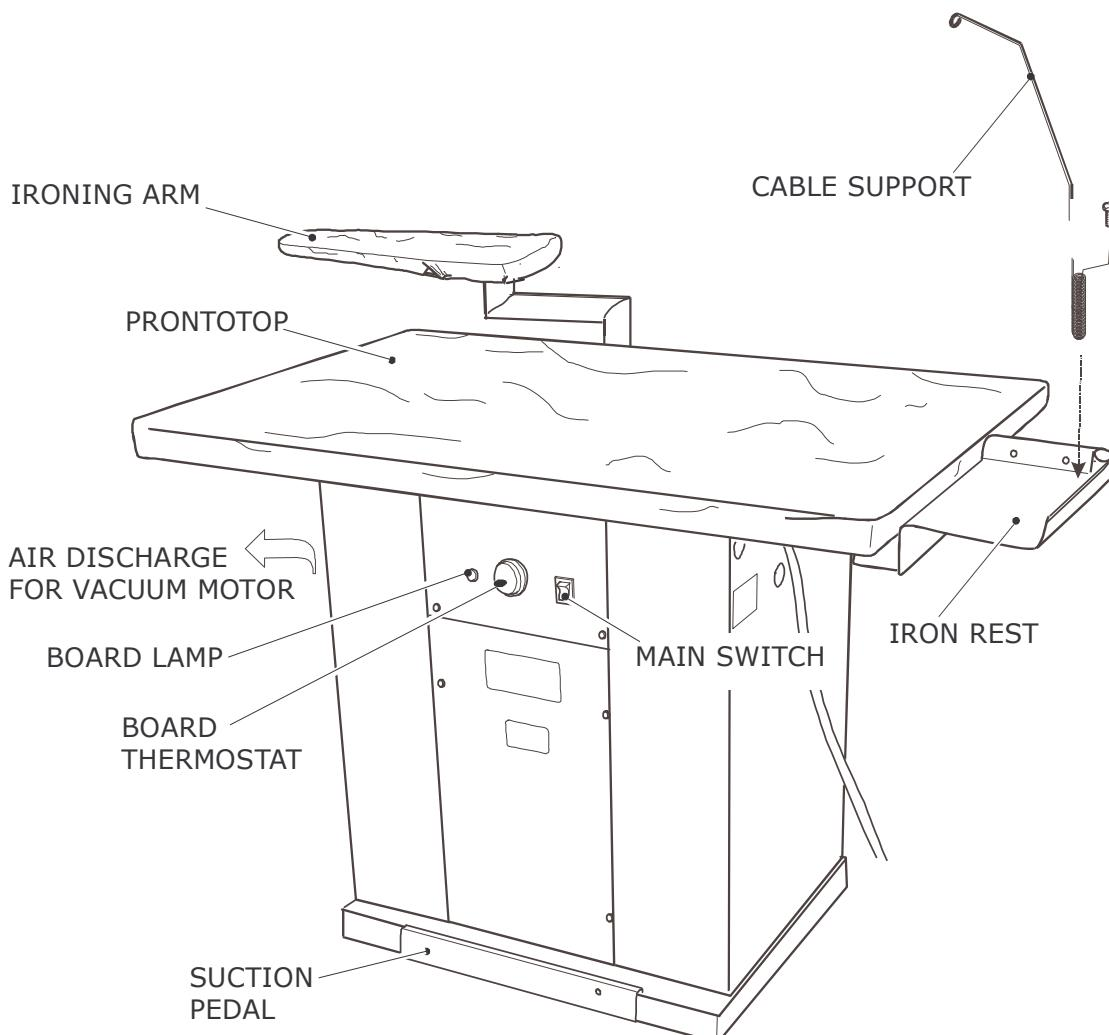
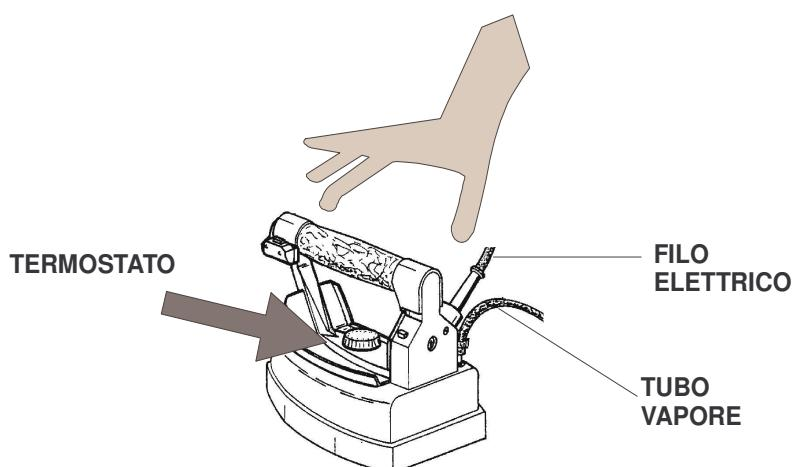
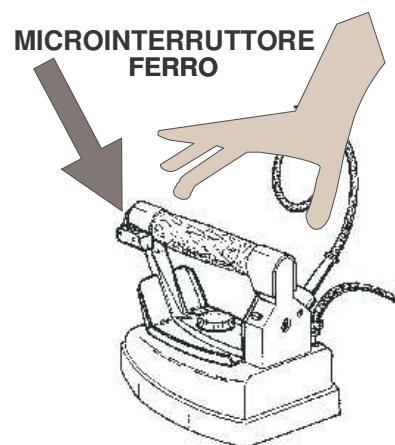

Fig. 1
Рис. 2
Рис. 3
2. Распакуйте глад. Стол мод. PUS200 из картонной упаковки и закрепите стержни-держатели шлангов в специальное отверстие (рис. 1).
2. Включить кнопку выключателя (рис. 1), повернуть рукоятку терmostата на 80/90° (рис. 1): когда сигнальная лампочка погаснет, стол готов к работе.
1. Гладить утюгом изделие для глажения (рис. 3), переодически нажимая на кнопку подачи пара на утюге и одновременно нажимать на педаль вытяжки воздуха из гладильного стола (рис. 1). Причем педаль включения вытяжки рекомендуется держать нажатой на несколько секунд дольше, чем кнопку подачи пара на утюге, что поможет быстрее высушивать изделие на гладильном столе. Для более качественного глажения советуем регулятор температуры утюга (рис. 2) устанавливать в конечную позицию "cotone".
3. Во время глажения всегда ставьте утюг на специальный коврик на столе (рис. 1) Необходимо следить, чтобы паровой шланг и электропровод не перекручивались и не косались гладильного стола, это может вызвать разрыв парового шланга или короткое замыкание в электропроводке.
4. При сухом глажении термостат утюга (рис. 2) можно регулировать в зависимости от рекомендации по глажению конкретных тканей. При глажении с применением пара регулятор на утюге устанавливать в позицию "cotone".
4. При поврежденной электропроводке утюга (рис. 2);
5. При потере воды из утюга (рис. 3);
7. Промывать или чистить утюг водой (рис. 3).
Рекомендуем проводить замену чехла каждые 320 часов работы на нем, или максимум каждые 3 месяца. Во время этой операции стол должен быть холодным и выключен от сети (рис. 1: чехол). **Примечание:** Чехол можно стирать 1-2 раза.